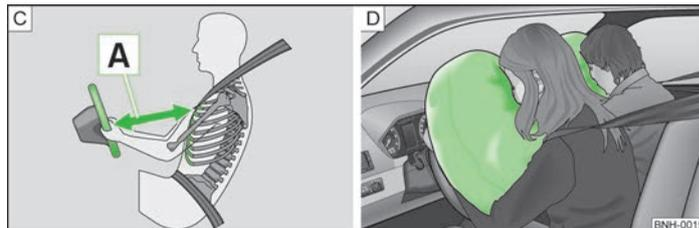

Abb. 103 Sicherer Abstand zum Lenkrad / Gasgefüllte Airbags
Werden die Airbags ausgelöst, füllen sich die Airbags mit Treibgas und entfalten sich vor dem Fahrer und Beifahrer » Abb. 103 - D. Beim Eintauchen in den voll aufgeblasenen Airbag wird die Vorwärtsbewegung des Fahrers und Beifahrers gedämpft und das Verletzungsrisiko für Kopf und Oberkörper reduziert. ▶
- Für den Fahrer und Beifahrer ist es wichtig, einen Abstand von mindestens 25 cm zum Lenkrad bzw. zur Schalttafel einzuhalten **A** » **Abb. 103**. Wenn Sie den Mindestabstand nicht einhalten, kann Sie das Airbag-System nicht schützen - Lebensgefahr! Außerdem müssen die Vordersitze und die Kopfstützen immer der Körpergröße entsprechend richtig eingestellt sein.